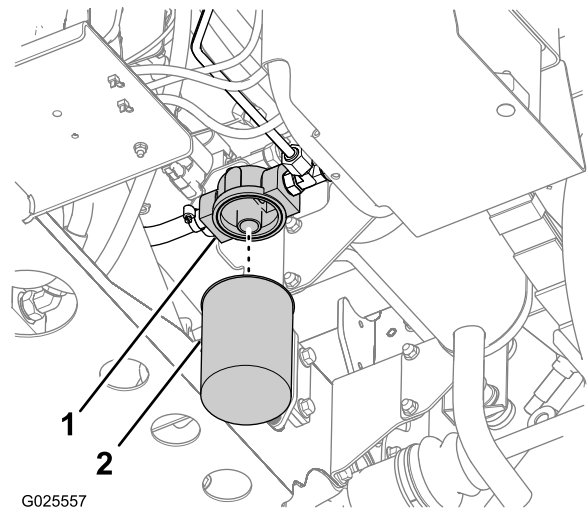

Bild 90
2. Reinigen Sie den Bereich um die Filterkontaktfläche (Bild 90).
3. Stellen Sie eine Auffangwanne unter den Filter (Bild 90).
4. Drehen Sie den Filter nach links, um ihn zu entfernen (Bild 90).
5. Reinigen Sie die Filterkontaktfläche des Filteradapters (Bild 90).
7. Schrauben Sie den Filter auf den Filteradapter, bis die Dichtung die Kontaktfläche des Adapters (Bild 90) berührt; ziehen Sie den Filter dann um eine weitere 1/2 bis Umdrehung an (Bild 90).